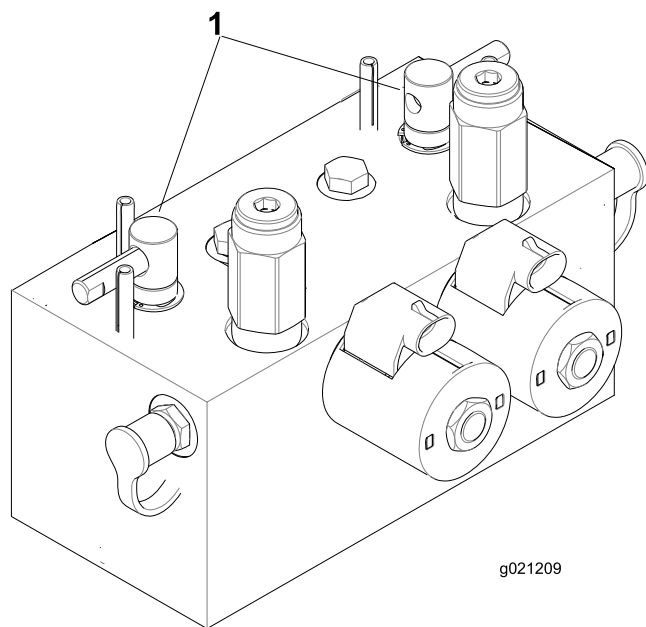

Bild 74
2. Entriegeln und klappen Sie den Sitz hoch, um die Läpphebel frei zu legen (Bild 74).
5. Wählen Sie entweder den vorderen, hinteren oder beide Läpphebel aus, um festzulegen, welche Geräte geläppt werden (Bild 74).